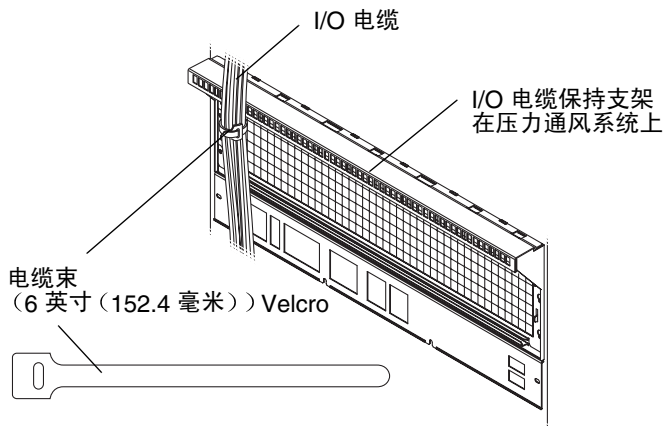

图 4-1 I/O 电缆保持
4. 如图 4-1 所示，在压力通风系统的 I/O 电缆保持支架上定位所有的电缆，并且固定 Velcro 电缆束（部件编号 230-1855）。